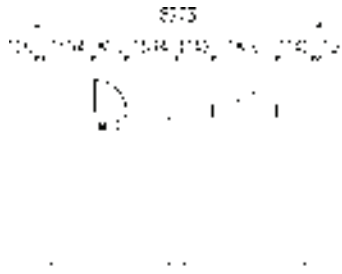

图 9-57 文字复值
- 3) 按〈Enter〉键，即可完成文字复值操作，结果如图 9-57 所示。